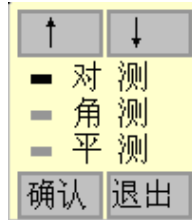

图 4.6 测试方式选择
6. 测试方式：测试类型有三种，分别为对测、角测和平测，用户可以根据现场测试的实际情况进行选择，选择界面如图 4.6 所示